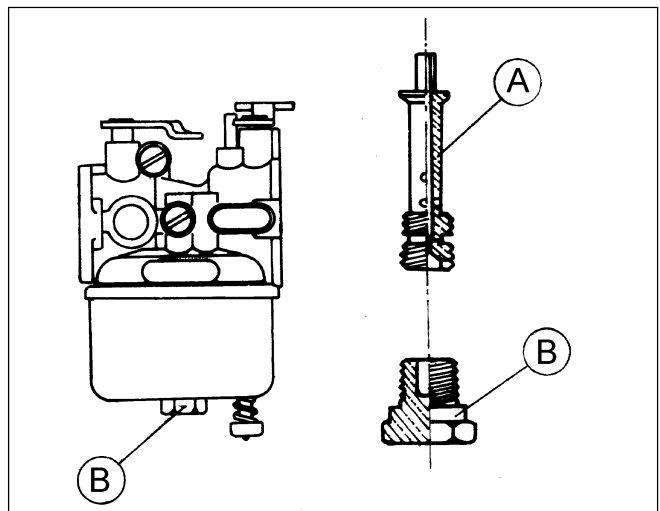
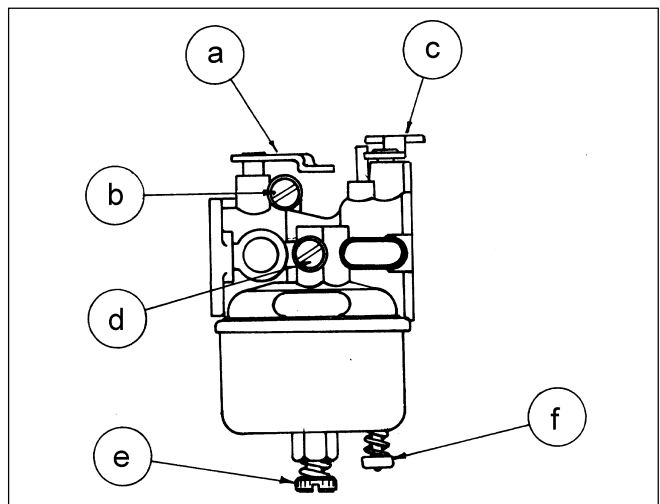

Fig. 13
Fig. 14
Les carburateurs à gicleur fixe sont schématisés sur la Fig. 13, ceux à gicleur variable sur la Fig. 14.
#### a) RÉGLAGE (FIG. 14)
- Débrancher le conduit carburant. Vider la cuve à l'aide du clapet (f) (Fig. 14)